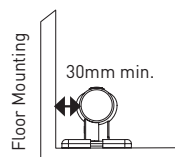

Fig.6
- Dejar las distancias mínimas debajo y encima del calentador como se indica en la [Fig.6] si se usa como calentador independiente, fijar los soportes por el largo del calentador para soportar debidamente la unidad y asegurar que está estable.